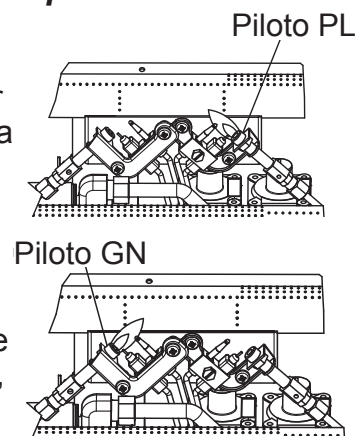
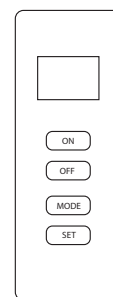

Fig. 18: piloto
Fig. 19: remoto
6. Con la perilla de control presionada, presione el botón del encendedor hasta que el piloto se encienda. El piloto está ubicado detrás de la pantalla de la chimenea, centrado cerca de la parte posterior del quemador (Vea la Fig. 18).
7. Mantenga presiona la perilla de control durante (30) segundos después de que el piloto se encienda. Suelte la perilla de control.
- Si el piloto se apaga, repita los pasos 3 a 7. Espere (1) minuto antes de intentar encender el piloto nuevamente. Si el piloto se apaga tras varios intentos, gire la perilla de control de gas en dirección de las manecillas del reloj ↻ hasta la posición OFF (APAGADO) y llame a un técnico de servicio calificado.
9. Para usar el control remoto termostático incluido, coloque el interruptor del receptor en la posición "REMOTE" (control remoto) (consulte la Fig. 19). Presione el botón de encendido para encender el control remoto que enciende el quemador principal. Consulte el manual de instrucciones del control remoto en la siguiente página para conocer las funciones "MODE" (MODO) y "SET" (ESTABLECER).